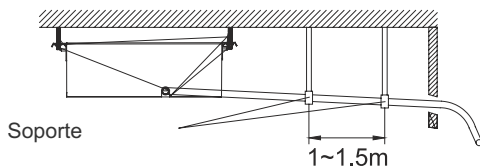

Fig.24
- (3). Cuando la manguera sea larga, instale sujeciones (Fig.24)
- (4). Instale la manguera de desagüe tras aislarla correctamente.